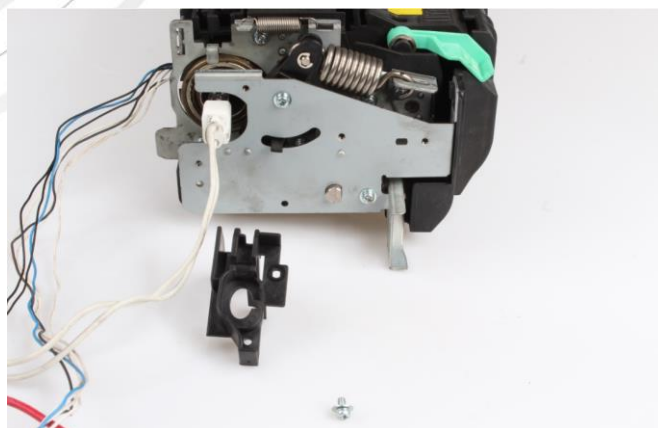

Rysunek 16 Odpinamy sprężyny.
6. Odpinamy sprężyny z obu stron. Rys.16